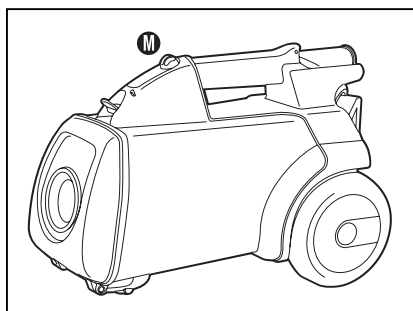

Fig. 8
Étape: Poussez le bouton de marche-arret (M). Appuyez une fois pour mettre en service. Appuyez une nouvelle fois pour arreter (Fig. 8).
Étape 5: Poussez le bouton de marche-arret (M). Appuyez une fois pour mettre en service. Appuyez une nouvelle fois pour arreter (Fig. 8).